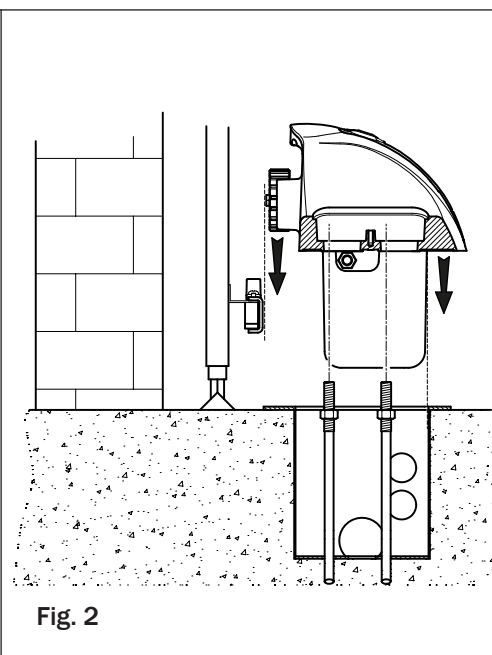

Fig. 2
- Coloque el E30 en los 4 tirantes [B], como se indica en la fig. 2. Si es necesario, desenrosque las tuercas de la placa de cimentación.